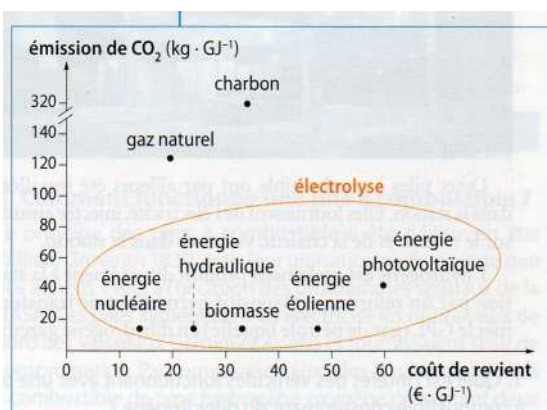

Fig. 4 Estimation du coût de revient de l'hydrogène et bilan d'émission de CO₂ en fonction des sources d'énergie utilisées pour sa production.
Les énergies fossiles tendant à disparaître, on essaie de développer des alternatives au moteur à essence, qui doivent être économiquement viables et peu polluantes. Dans les années à venir, la production de dihydrogène devrait donc se développer. Pour ce faire, les industriels se tournent vers l'électrolyse. Actuellement, en France, la majeure partie de l'énergie électrique est fournie par les centrales nucléaires mais, à terme, on pourrait utiliser l'énergie solaire, hydraulique ou éolienne pour réaliser ces électrolyses (Fig. 4).
m) D'après la figure 4, quel est l'avantage de produire du dihydrogène avec des carburants fossiles ? Quel est l'avantage des énergies renouvelables ?